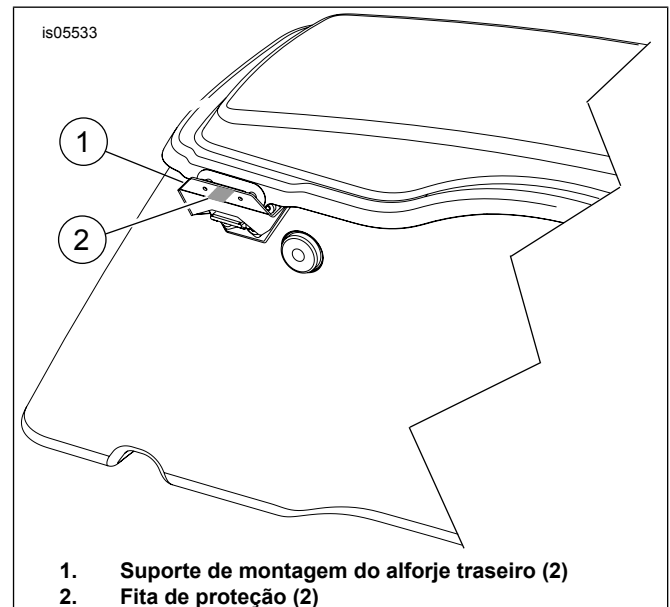

Figura 2. Aplique fita de proteção
5. Veja Figura 2. Aplique fita de proteção (2) no suporte de montagem do alforje traseiro (1), no alforje na localização mostrada. Repita os passos para o lado oposto.